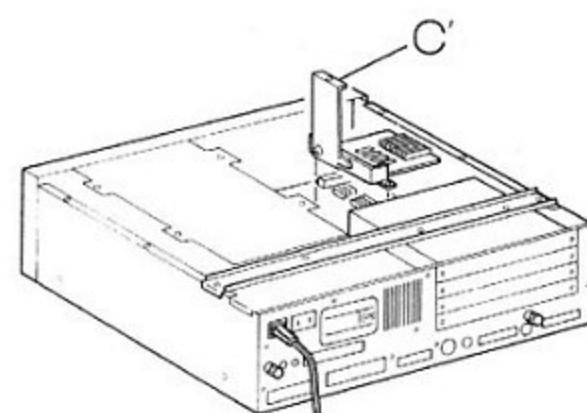
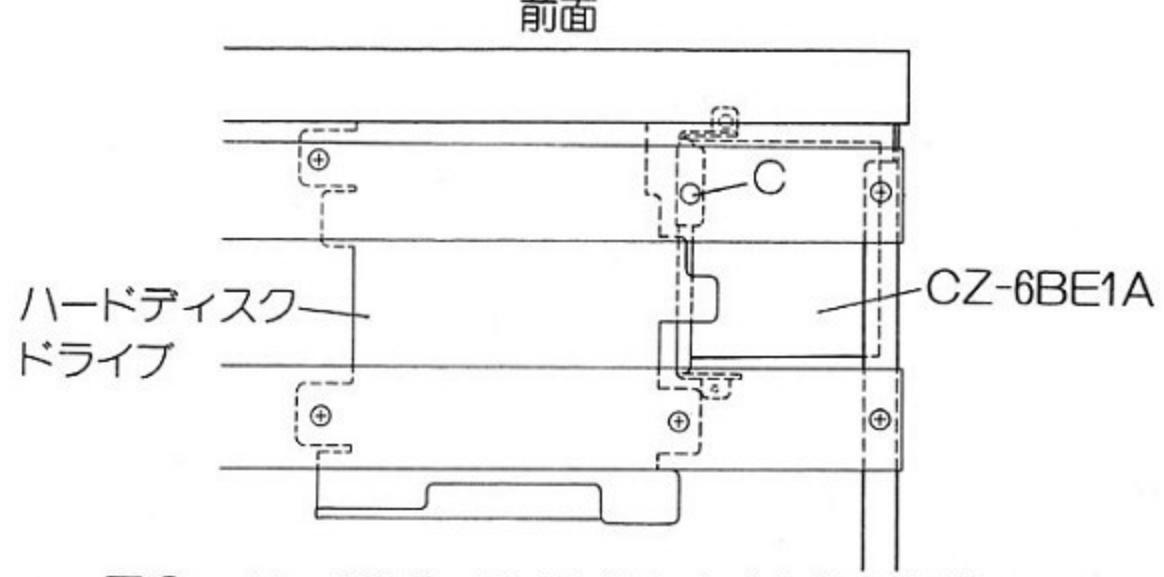

図8
図9 ハードディスクドライブ内蔵の場合
①図のようにコンピュータ本体の基板のコネクタに取り付けます。すきまのないようにしっかりと差し込んでください。確実に差し込まれたことを確認してください。(図8)
②(2)で取りはずしたディスクドライブ取付金具を取り付けます。
③増設RAMボードの取付金具のねじ穴C' とディスクドライブ取付金具のねじ穴Cとを同様のねじでとめます。(図9)